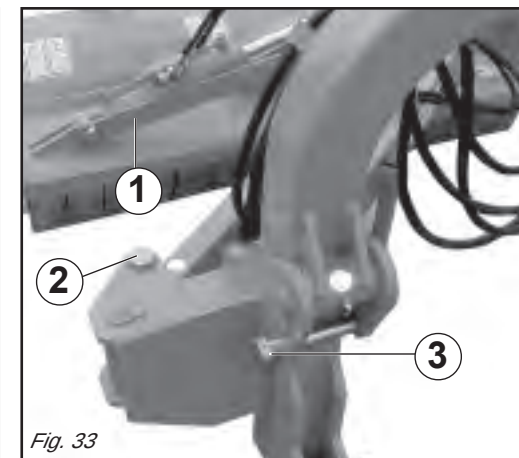

Fig. 33
- 1) Sätt i låsningen (1 Fig. 33) och sprintarna (3-5 Fig. 33), lås dessa genom att montera låssprintar.